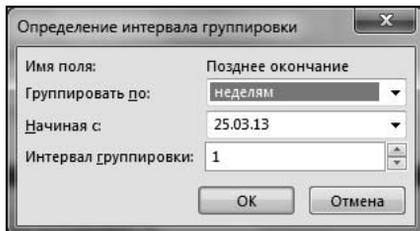

Рис. 7.7. Окно определения интервала группировки
4. Щелкнуть левой кнопкой мыши по кнопке **Определить интервалы группировки** и в открывшемся окне в списке **Группировать по** выбрать значение **неделям** (рис. 7.7) и нажать в этом окне кнопку **ОК**.